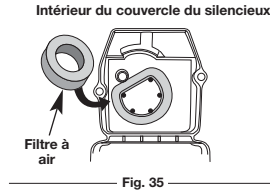

Fig. 35
2. Retournez le couvercle et inspectez l'intérieur pour repérer le filtre à air. Retirez le filtre à air de l'intérieur du couvercle du filtre à air/silencieux (Fig. 35).
6. Remplacez le filtre à l'intérieur du couvercle du filtre à air/silencieux (Fig. 35).